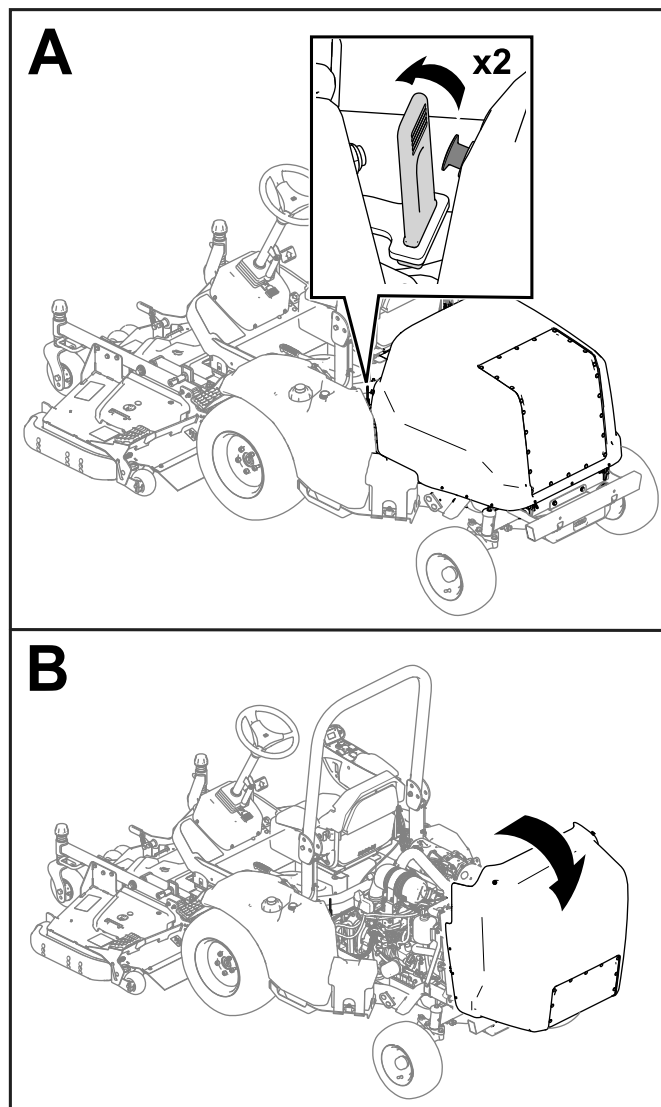

Figura 29
9. Sollevate il cofano (Figura 29).